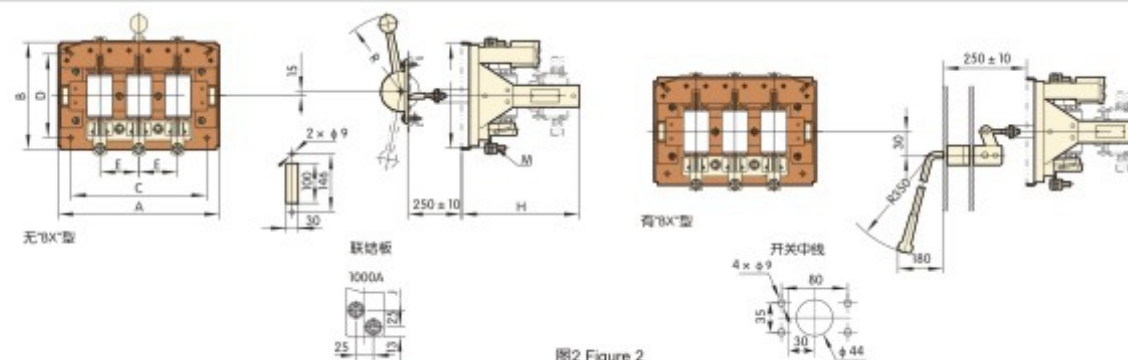

图2 Figure 2
- HR3/32系列开关外形及安装尺寸见图2, 表4 HR3/32 Dimensions (See Figure 2, Table 4)